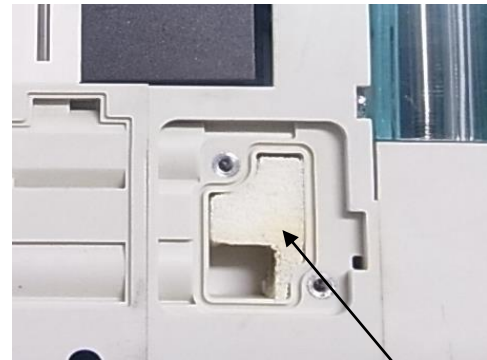

図2
- ② 吸音材(ZQ-SAE)を交換して下さい。吸音材の向きに注意して下さい。(図2参照)